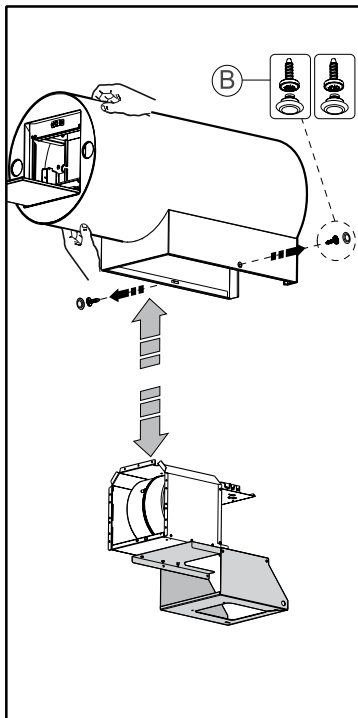

Рис. 9
2. Снять заглушки и вывернуть два шурупа **B**, которыми корпус вытяжки крепится к ее каркасу (см. рис. 9). Продвинуть корпус вытяжки вперед и подняв его вверх, снять с каркаса.